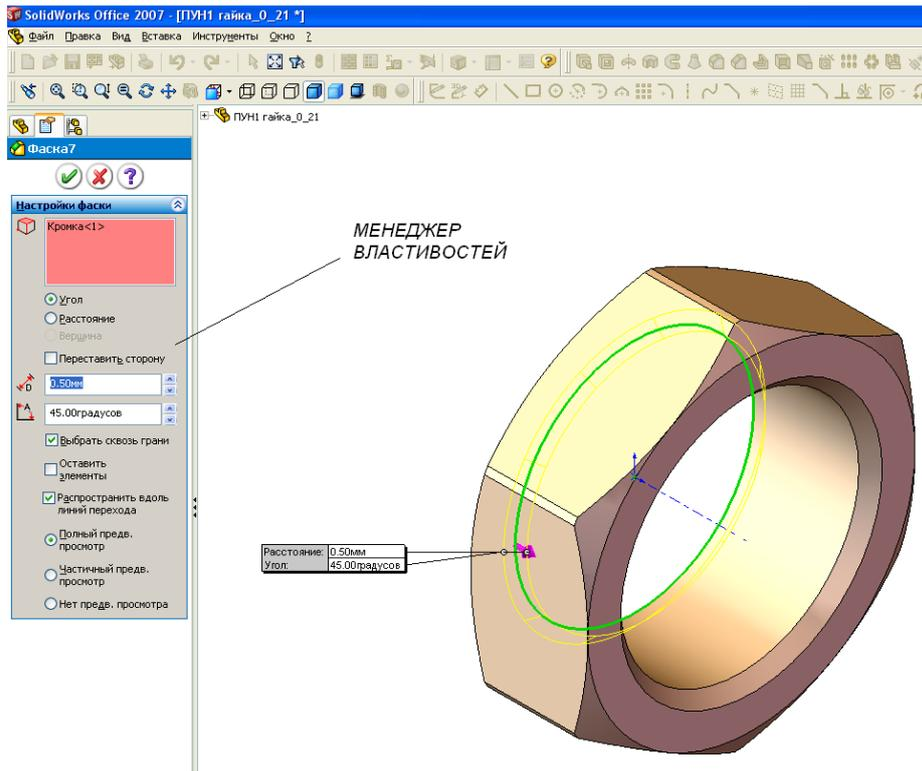

Рис. 2.7. Менеджер властивостей в інтерфейсі програми
**Менеджер властивостей.** Замість окремих діалогових вікон функції використовують *Property Manager* (менеджер властивостей), завдяки чому графічне зображення не перекривається додатковими діалоговими вікнами. Для більш докладного знайомства з елементами Менеджера властивостей, затримаєте мишку над областю малюнка й прочитайте підказку (рис. 2.7).